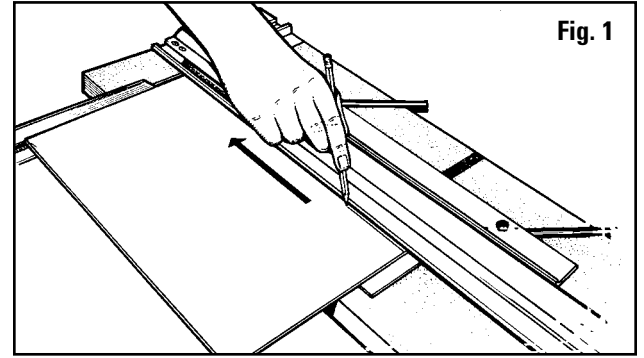

Fig. 1
3. En utilisant un crayon, tracez une ligne sur toute la longueur du passe-partout en utilisant la barre de guidage comme guide. **Fig. 1.** Répétez cette opération pour les trois côtés restants.
3. Utilizando un lápiz, marque una línea a lo largo de la longitud completa de la lámina perimétrica utilizando el Carril Guía como guía. **Fig. 1.** Repita esto para los tres lados restantes.
1. Stellen Sie die Passepartout-Führung auf die gewünschte Randbreite ein. Für einen 5 cm breiten Rand richten Sie die Vorderseite der Passepartout-Führung mit der 5 cm (2 Zoll) Markierung aus und ziehen die schwarzen Knöpfe fest. **Abb. 1**
3. Ziehen Sie mit einem Bleistift Linien über die gesamte Länge der Passepartout-Rückseite. Wiederholen Sie diesen Schritt für die anderen drei Seiten. **Abb. 1.**
3. Con una matita, tracciare una linea lungo l'intera lunghezza del cartoncino utilizzando la rotaia di guida come guida. **Fig. 1.** Ripetere per i tre lati rimanenti.